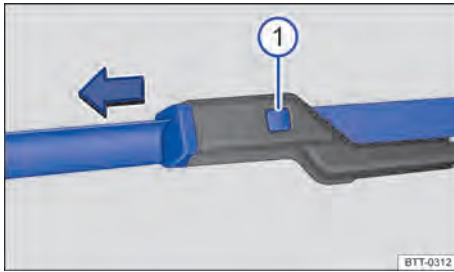

Fig. 218 Substituir as palhetas dos limpadores do para-brisa.
- Manter o botão de destravamento ⇒ Fig. 218 pressionado e, ao mesmo tempo, retirar a palheta dos limpadores do para-brisa no sentido da seta.